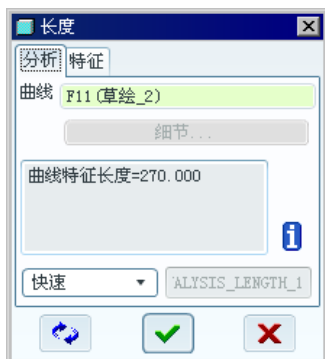

图 8.1.22 “长度”对话框
Step5. 测量曲线特征的总长。在图 8.1.22 所示的“长度”对话框中打开[分析]选项卡, 进行下列操作:
(2) 在图 8.1.22 所示的[分析]选项卡的结果区域中, 可查看测量的结果。